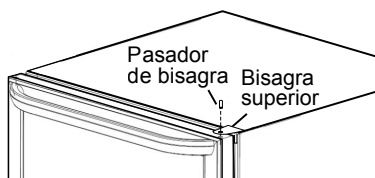

Figura 1
1. Con un destornillador Phillips, retire el pasador de bisagra superior situado en la esquina derecha superior de la puerta. (Consulte la Figura 1).